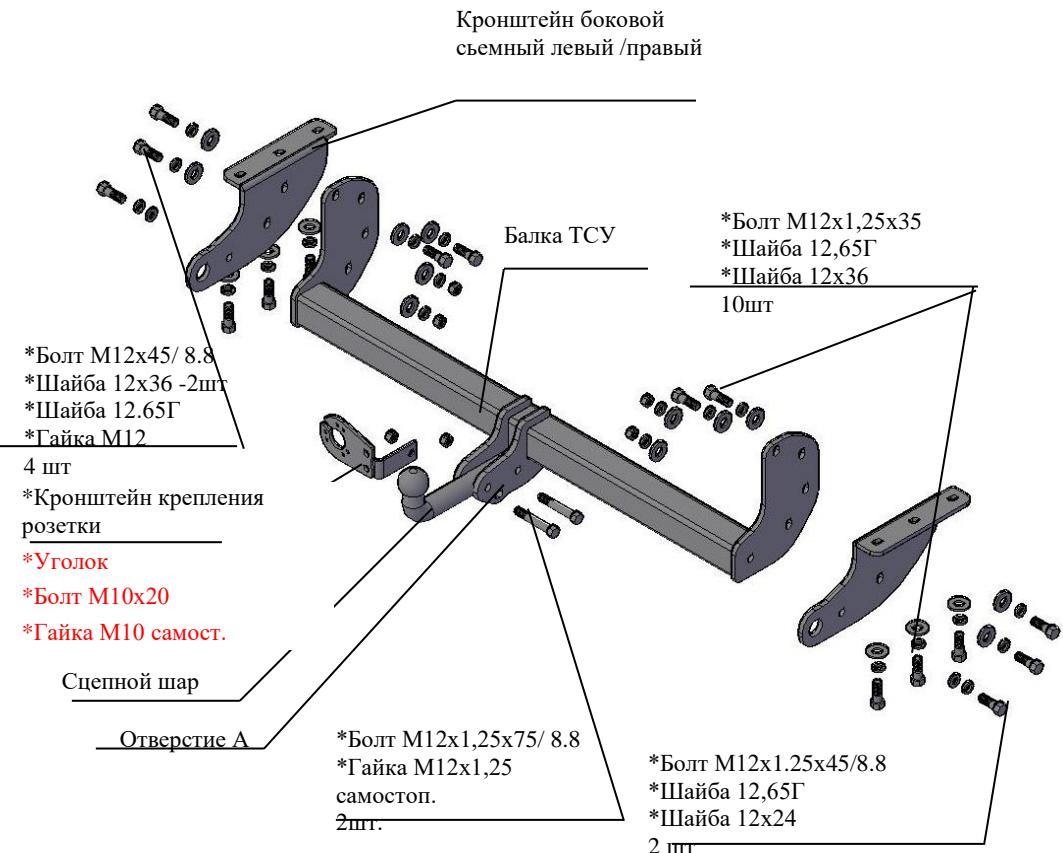

Рис.1 Тягово-сцепное устройство 7740 .
2.1 ТСУ 7740. в сборе (рис.1)	1 шт.
2.2 Пакет с комплектующими (см. рис.1)+ защитный колпак	1 шт+1 шт.
4.2 Закрепить боковые съемные кронштейны к нижним полкам лонжеронов а/м (правый и левый как показано на рис.1) болтами M12x1.25x35, подложив под головки болтов шайбы 12.65Г и шайбы 12x36 (используя штатные гайки в лонжеронах). Крепеж не затягивать.